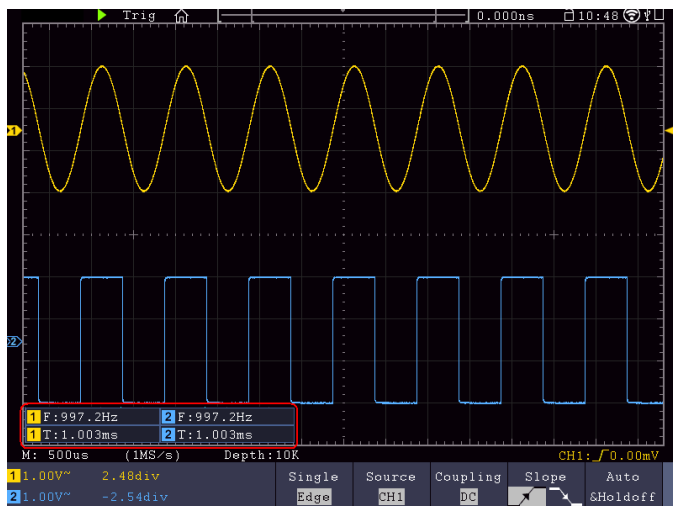

Рисунок 4-20 Автоматическое измерение
9. Измеренное значение будет автоматически отображаться в левом нижнем углу экрана (см. рисунок 4-20).